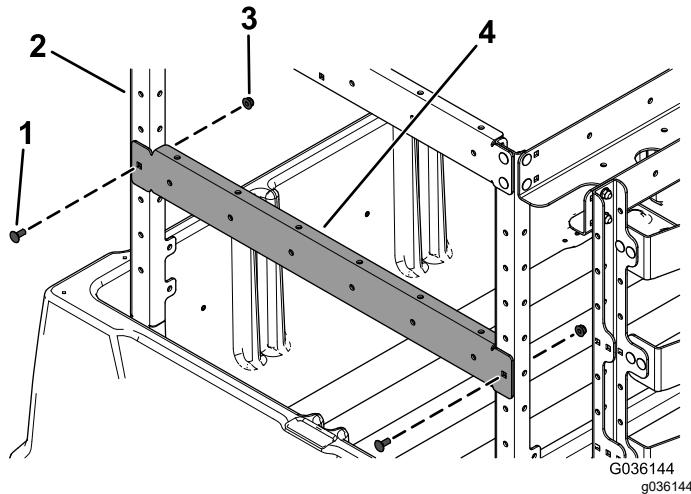

Figure 7
6. Fixez le support avant (doté de 1 trou de chaque côté) aux 2 supports verticaux avant du cadre à l'aide de 2 boulons de carrosserie (5/16" x 3/4") et 2 écrous à embase (5/16"), comme montré à la Figure 7.